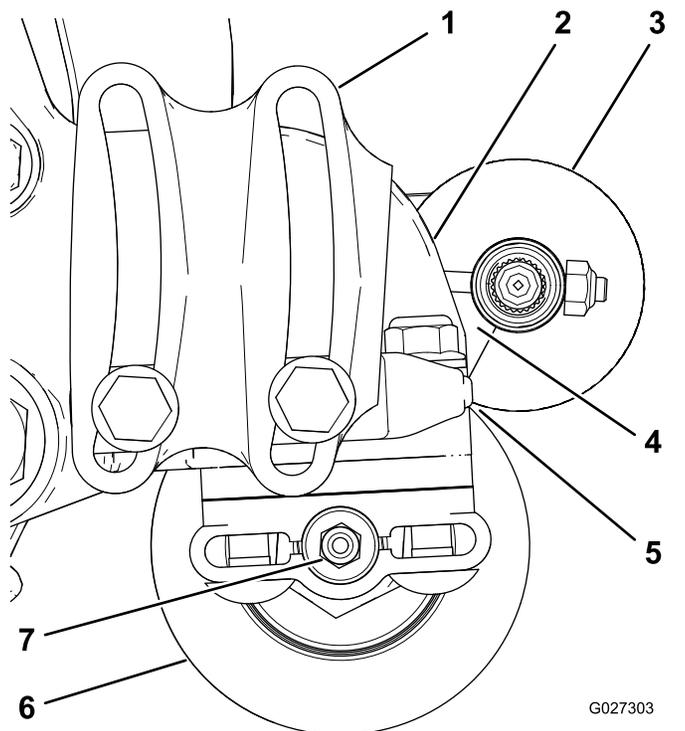

Рисунок 14
- Расположите щетку катка так, чтобы она только слегка соприкасалась с задним катком (или слегка опиралась на него) (Рисунок 14).